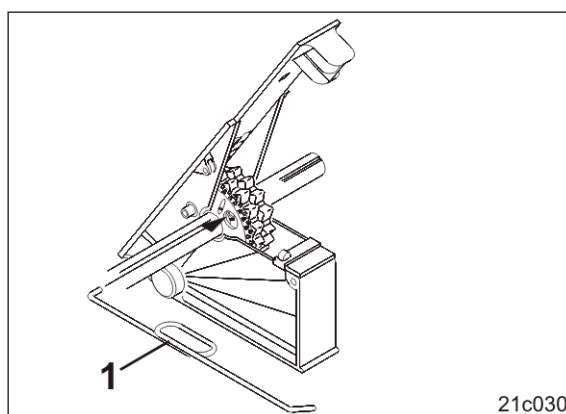

Fig. 121
1. Mit dem mitgelieferten Schlüssel (Fig. 121/1) den Stift hinter der Bohrung bis zum Anschlag in das Normalsärad hinein drücken.